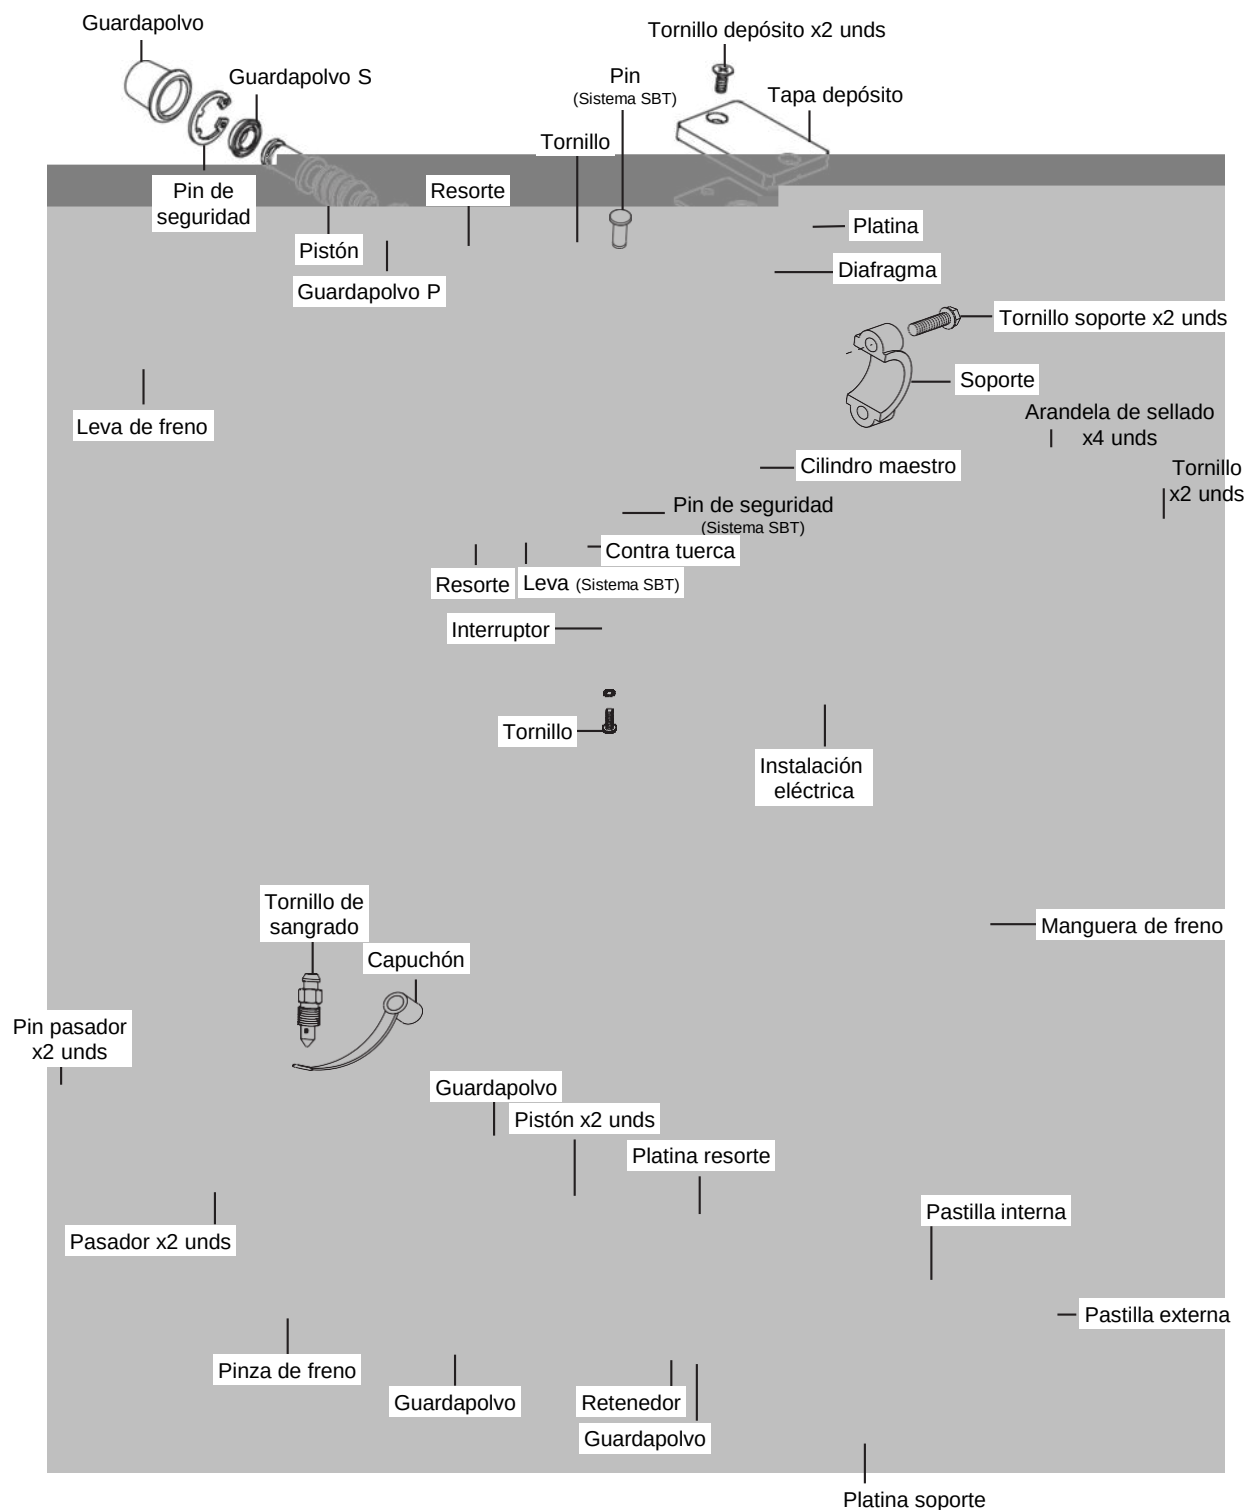

Fig. 6.47
- Ensamble el cilindro maestro en orden inverso al del desmontaje. Consulte la vista explosionada para más detalles. (Fig. 6.47)